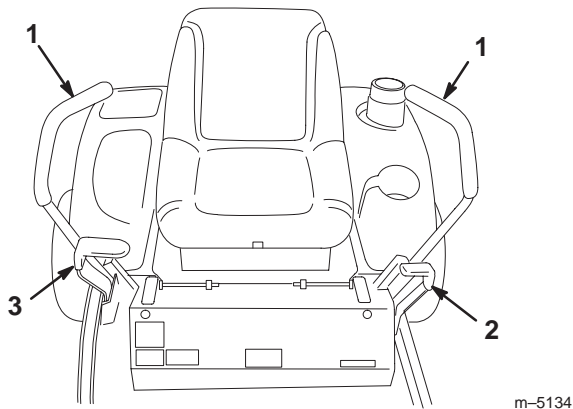

Figure 4
- 1. Mettez les leviers de commande de déplacement (Fig. 4) en position de verrouillage du point mort.